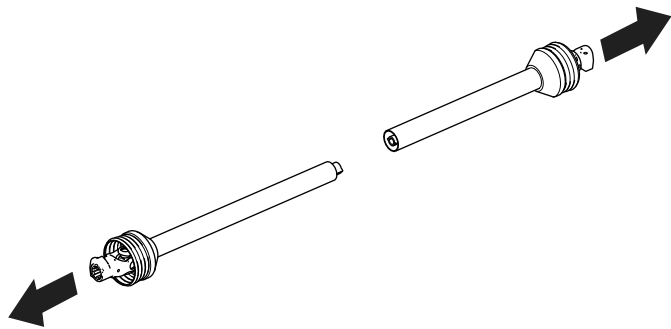

Figure 11
3. Séparez les sections de l'arbre de transmission de la PDF (Figure 11).